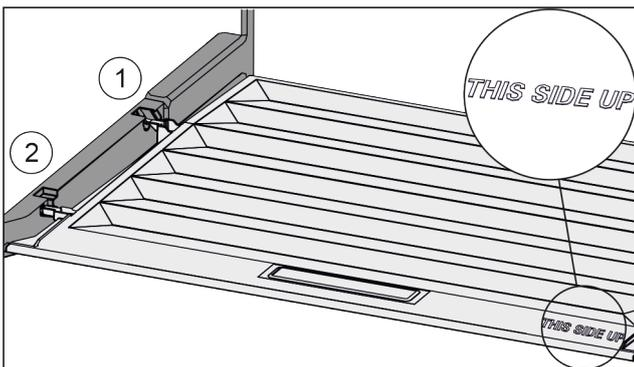

Fig. 129
- ▶ Introduire les rainures du couvercle par l'orifice du support arrière Fig. 129 (1) et les enclencher à l'avant dans le support Fig. 129 (2).